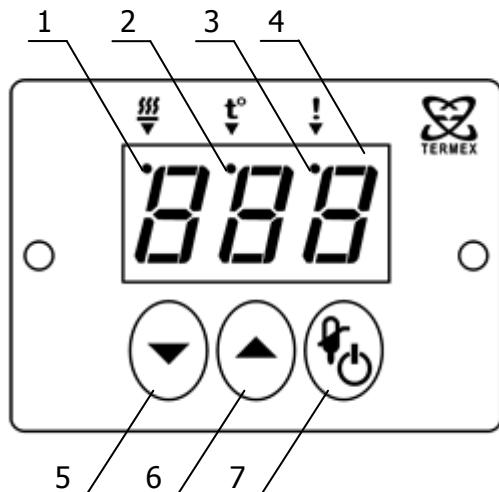

Рисунок 2 — Лицевая панель регулятора
2.3.1 После подключения сетевого кабеля бани к электрической сети регулятор температуры переходит в режим ожидания. В этом режиме светодиодное табло 4 (рисунок 2) погашено, индикатор 3 периодически загорается на непродолжительное время. Регулятор температуры не реагирует на органы управления, за исключением кнопки включения 7.
2.3.2 Для перевода регулятора из режима ожидания в рабочий режим нажать кнопку 7 (рисунок 2) и удерживать ее в нажатом состоянии не менее половины секунды.
- одновременно нажать кнопки 5 и 6 (рисунок 2). На светодиодном табло 4 отобразится номер текущей программы регулирования: «ПГ1» (вода) или «ПГ2» (ПМС-100);
2.5.1 Для входа в режим установки температуры кратковременно нажать кнопку 7 (рисунок 2). Загорится индикатор режима ввода уставки 2 и на табло 4 появится текущее значение установленной температуры регулирования.
2.5.3 Для выхода из режима установки температуры кратковременно нажать кнопку 7 (рисунок 2).
- нажать и удерживать кнопку 6 (рисунок 2) в нажатом состоянии до появления на светоизодном табло 4 надписи «Cor»;